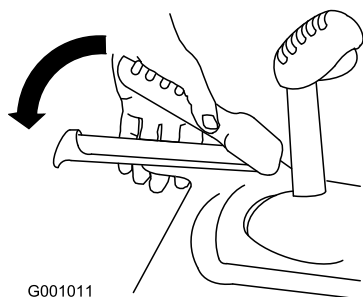

Figura29
1. Pentru a cupla unitatea de tracțiune, strângeți maneta din partea stângă (tracțiune) de mâner (Figura29).